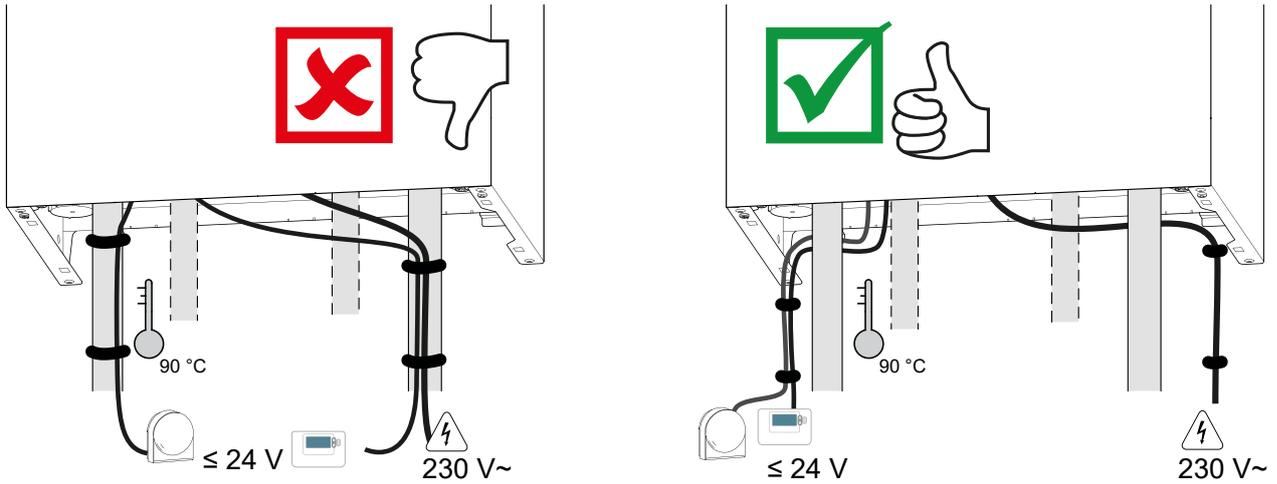
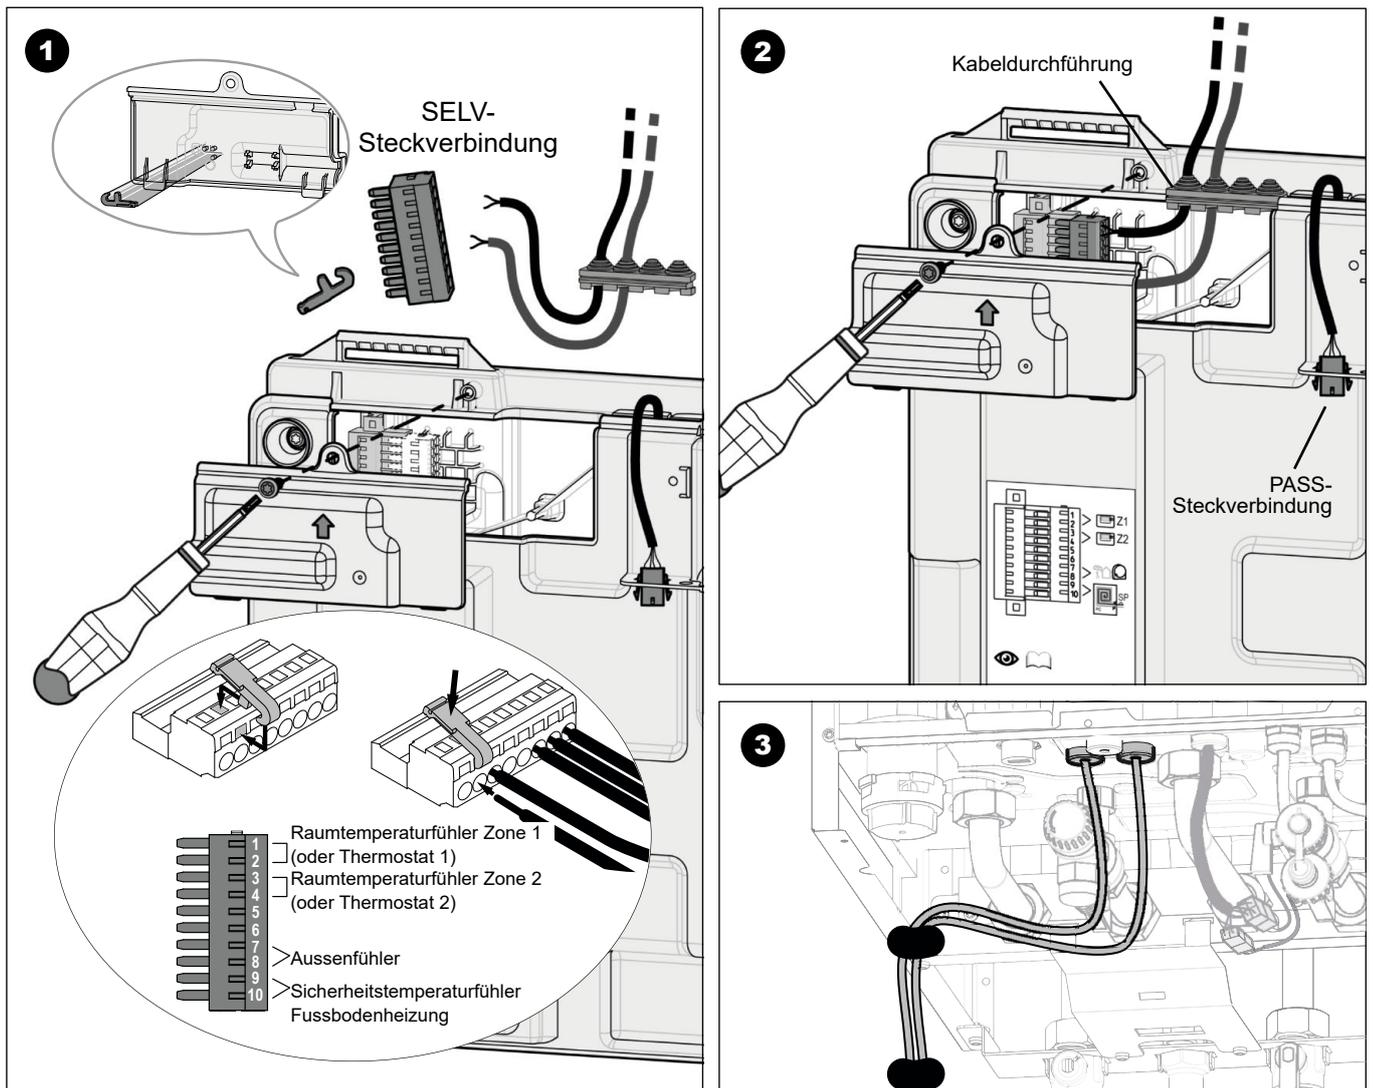

fig. 19 - Kabelführung
Abb. 25 - Zugang zur SELV-Klemmenleiste
- Die Anschlüsse gemäß der Skizze ausführen (fig. 19 und Abb. 25, Seite 30).